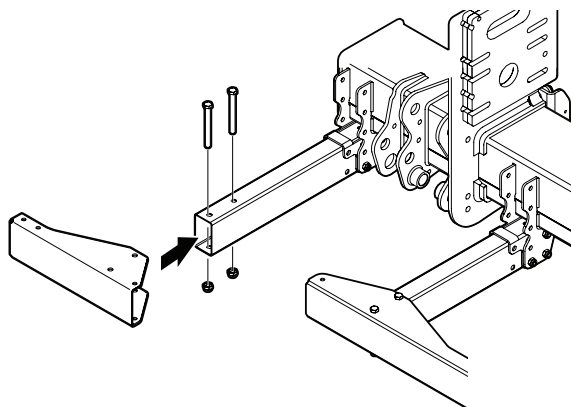

Abb.52. Montage des äußeren Blechprofils
4. Die äußeren Blechprofile mit jeweils 2 Schrauben M12x110 montieren. siehe Abb.52.